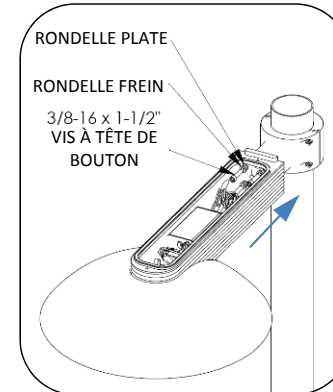

Fig. 5 - Installer le luminaire
6. À l'aide d'une douille de clé hexagonale avec rallonge, installer le luminaire sur le collier de serrage comme l'indique la Fig. 5.